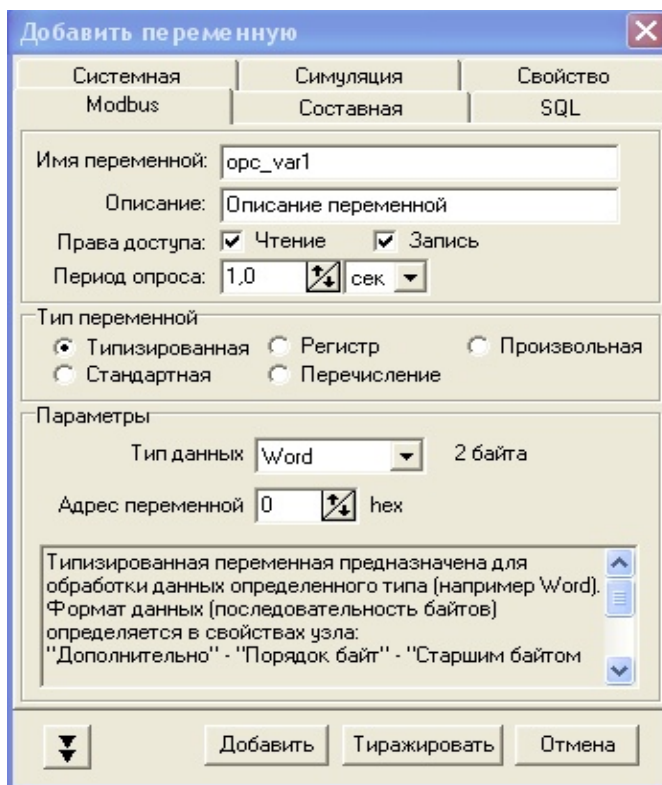

Рис.13 Задания адреса переменной
6. В появившемся окне задать параметры переменной (Рис.13). Описание параметров смотрите в справке LectusOPC.